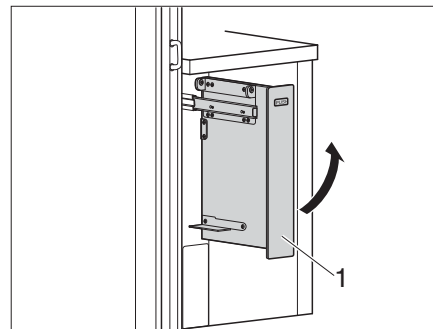

Bild 120 Sväng breddningen uppåt
- Sväng breddningen (Bild 120,1) uppåt.
- Sväng breddningen (Bild 120,1) neråt.